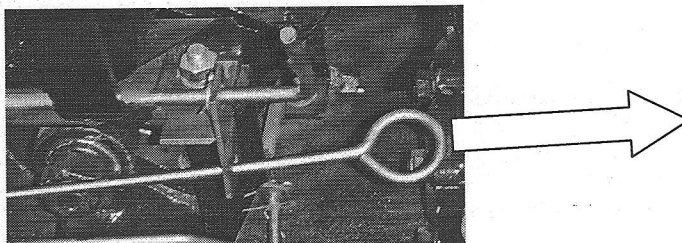

Рис.6. Рукоятка глушения дизеля
- 3.) После того как двигатель снизит обороты до минимального значения, потяните рукоятку глушения дизеля (рис.6).